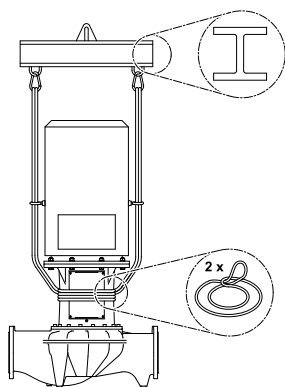

Fig. 32: Montaža omči za teret (verzija IL)
- Za podizanje dizalicom, pumpa mora da bude obmotana odgovarajućim remenima, kao što je prikazano na (Fig. 32/33). Pumpu staviti u uške koje se zatežu sopstvenom težinom pumpe.